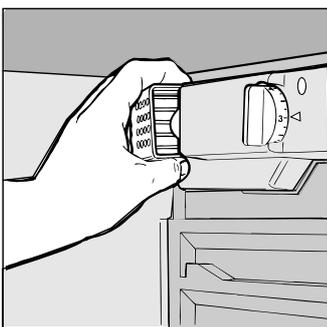

Fig. 5
- Eclairage intérieur: comment changer la lampe. Cette dernière est située dans la partie arrière de la boîte du thermostat. Pour la changer, débranchez l'appareil de la prise de courant, dévissez la lampe grillée et remplacez-la par une autre d'une puissance ne dépassant pas 15 W., procédez comme illustré figure 5.